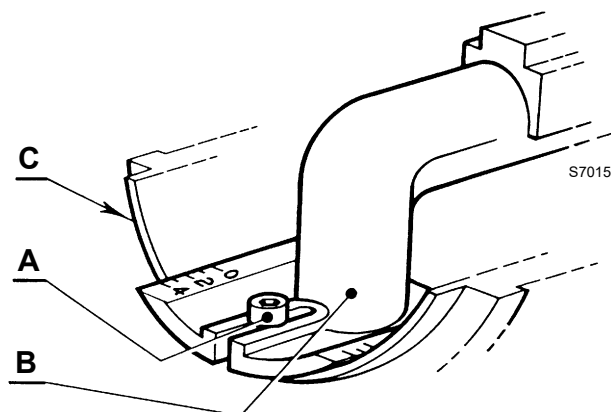

Рис. 11
• ослабьте винт А) (рис. 11), переместите колено В) так, чтобы